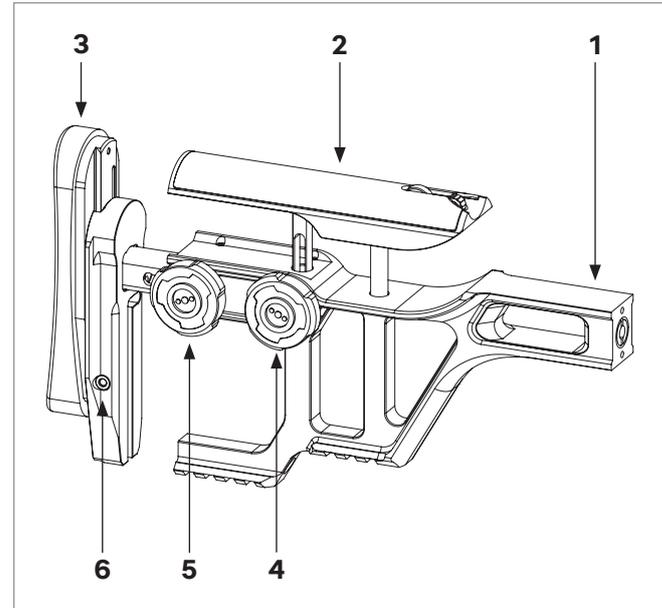

РИС. 50
- ▲ Для регулировки высоты щеки (поз.2, РИС.50) отверните обрешиненную гайку (поз.4, РИС.50) примерно на пол-оборота против часовой стрелки, при этом щека под действием пружины поднимется вверх. Найдите оптимальную для вас высоту щеки, после чего затяните гайку.
- ▲ Для регулировки длины затыльника (поз.3, РИС.50) отверните обрешиненную гайку (поз.5, РИС.50) примерно на 1–1,5 оборота против часовой стрелки, после чего вытяните затыльник на нужную длину, при этом немного поворачивая его против часовой стрелки (каждая из позиций ограничена поворотом затыльника по часовой стрелке), выбрав позицию, затяните гайку. При затягивании гайки положение затыльника должно быть строго вертикально.
- ▲ Для регулировки высоты затыльника отверните винт (поз.6, РИС.50) при помощи шестигранного ключа 3 мм. примерно на один оборот против